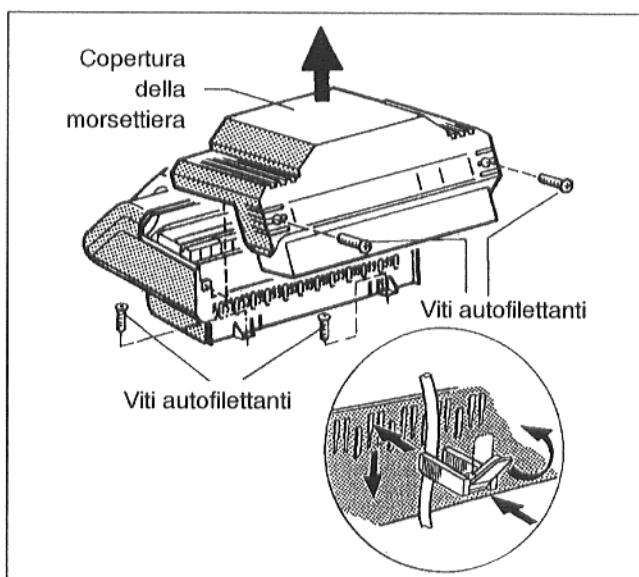

Fig. 18
- Svitare entrambe le viti autofilettanti dalla copertura della morsettiera e rimuovere la copertura (Fig. 18).
- Avvitare lo zoccolo dell'apparecchio di regolazione posteriormente a destra e a sinistra con due viti autofilettanti sulla copertura anteriore della caldaia (Fig. 18).
- Assicurare tutte le linee con fascette serracavo: inserire dall'alto la fascetta con la linea posata nelle fessure del telaio porta bracciali. La costola della leva deve indicare verso l'alto. Spingere verso il basso le fascette serracavo e fare pressione. Tirare la leva verso l'alto (Fig. 18).